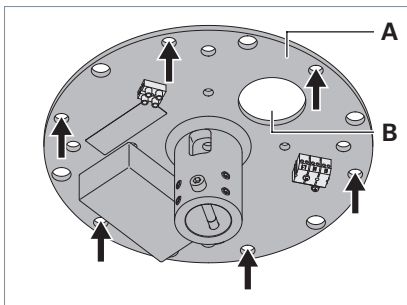

Fig. 1: Bohrmarkierungen anzeichnen.
- ▶ Halten Sie den Deckenhalter **A** an die gewünschte Position und zeichnen Sie die sechs Bohrmarkierungen an. Achten Sie dabei auf die korrekte Position der Öffnung **B** für den Netzanschluss, siehe Fig. 1.